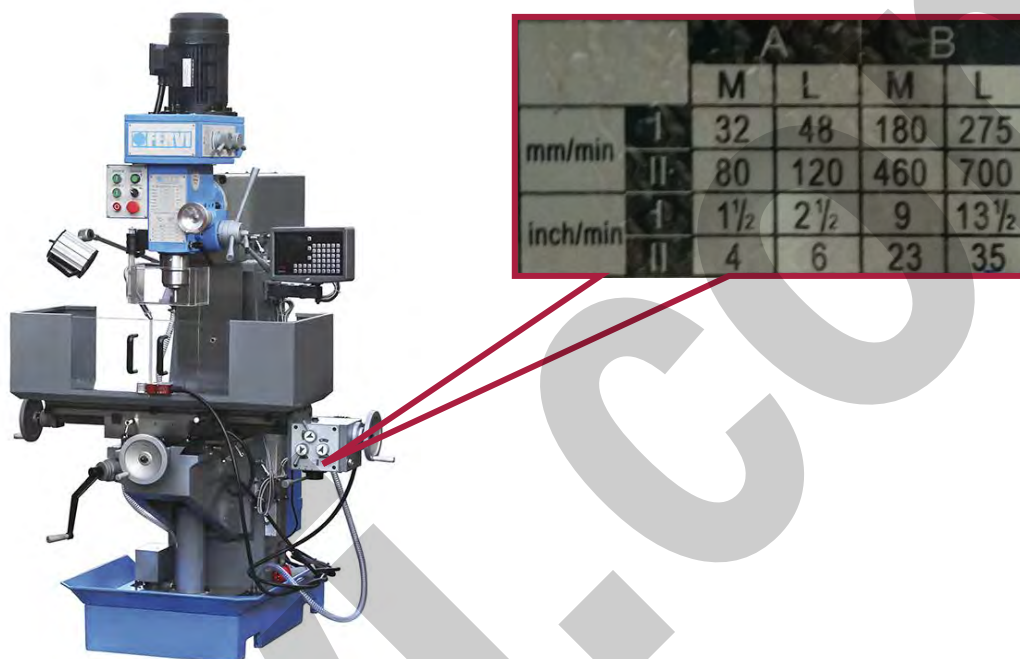

Figura 4 - Targa della velocità di avanzamento longitudinale automatica della tavola.
- Un avanzamento di lavorazione, (selezione a destra in Figura 5) da utilizzare durante lo svolgimento dell'operazione, con velocità variabile come mostrato in Figura 4;
1. Leggere la configurazione delle leve associata alla velocità di avanzamento desiderata sulla targhetta in figura 4.